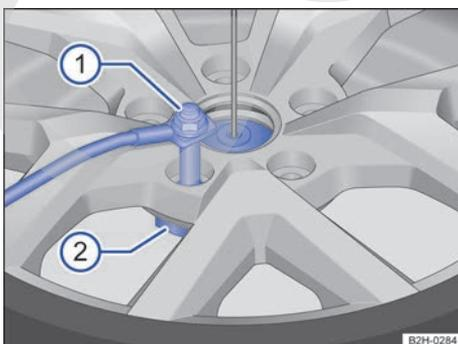

Fig. 175 Desenroscar el tornillo de seguridad con la llave de rueda.
- Desenrosque el tornillo de seguridad → fig. 175 ① del soporte para llantas ② en el sentido contrario al de las agujas del reloj con la llave de rueda de las herramientas de a bordo → página 291.